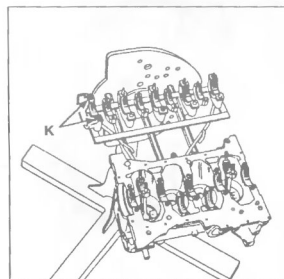

Рис. 3.77
7. Нанесите тонкий слой герметика **RHODORSEAL 5661** на подшипник №1 в зоне **K** (рис. 3.77) и затяните болты крепления с моментом **25 Н·м**, затем доверните на угол **43 ± 6°**.